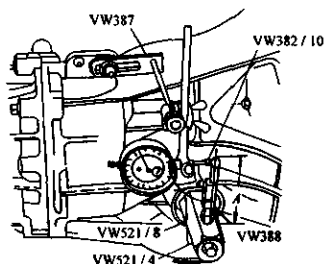

图 3-131 安装专用工具
①如图 3-131 所示, 装上专用工具。安装的位置: 尺寸  $A$  为 71mm; 角  $\alpha$  约为  $90^\circ$ 。